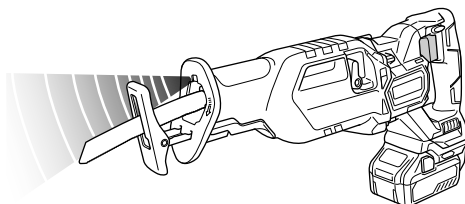

Fig. 36
10. Messages d'alerte par témoin DEL (Fig. 36)